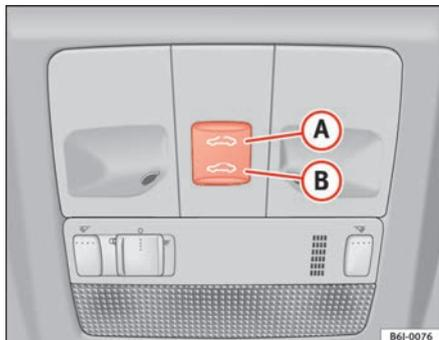

Fig. 48 Tecto de abrir/ de levantar
- Prima e mantenha premido o botão **B** ⇒ fig. 48 ⇒ , o tecto realiza o movimento de fecho até que se solte o botão.